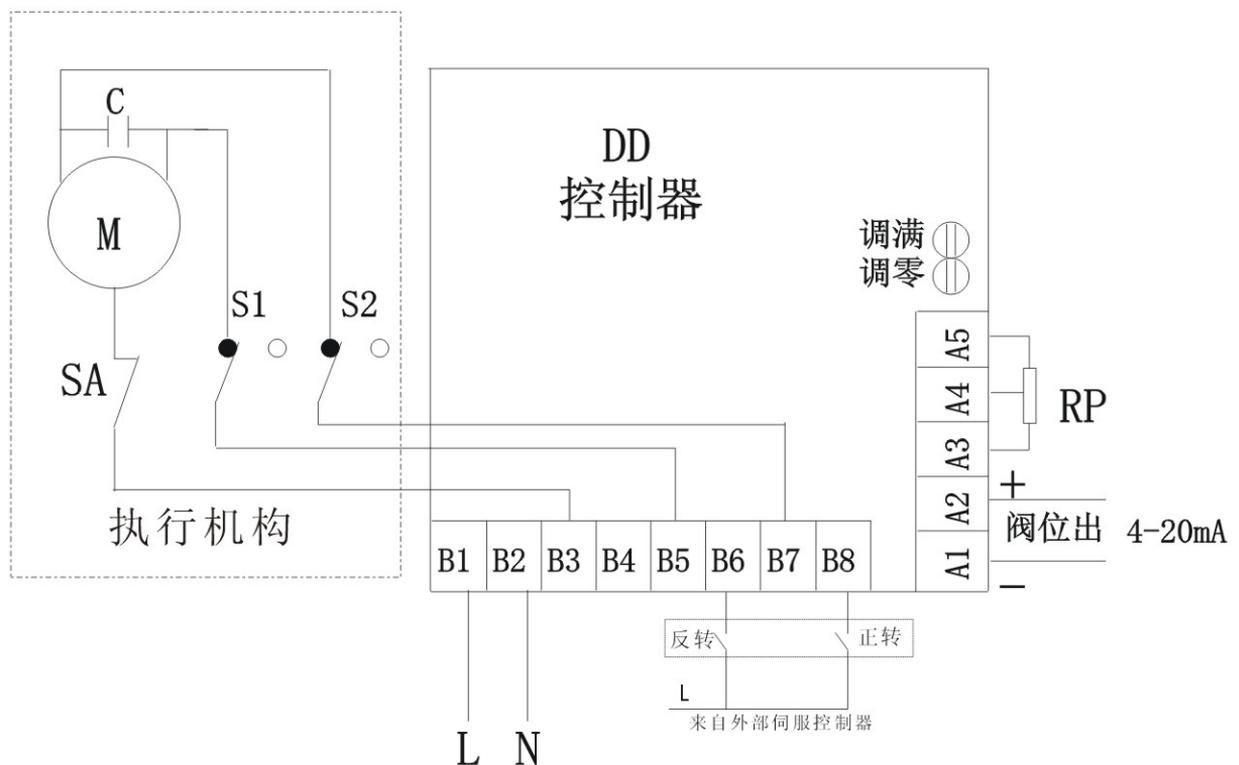

图2
(1) 用两个M3 \times 15的螺丝将DD电动式控制器固定在执行机构的接线盒中。
(2) DD严格区分为信号端子A，电源、动力线端子B。接线时，引线必须从执行机构的锁线孔引入，信号输出接A1、A2端。电源线的相线接B1，中线接B2。阀开线接B7、阀关线接B5。
(3) DD与执行机构内部联接，有六根线，它们分别是三根电位器线和三根电机线。线的连接方法如图2所示。
(4) 输入输出信号线与电源线分开敷设。原则上使用屏蔽电缆。
(5) 外形尺寸：长 \times 宽 \times 高 68 \times 63 \times 44